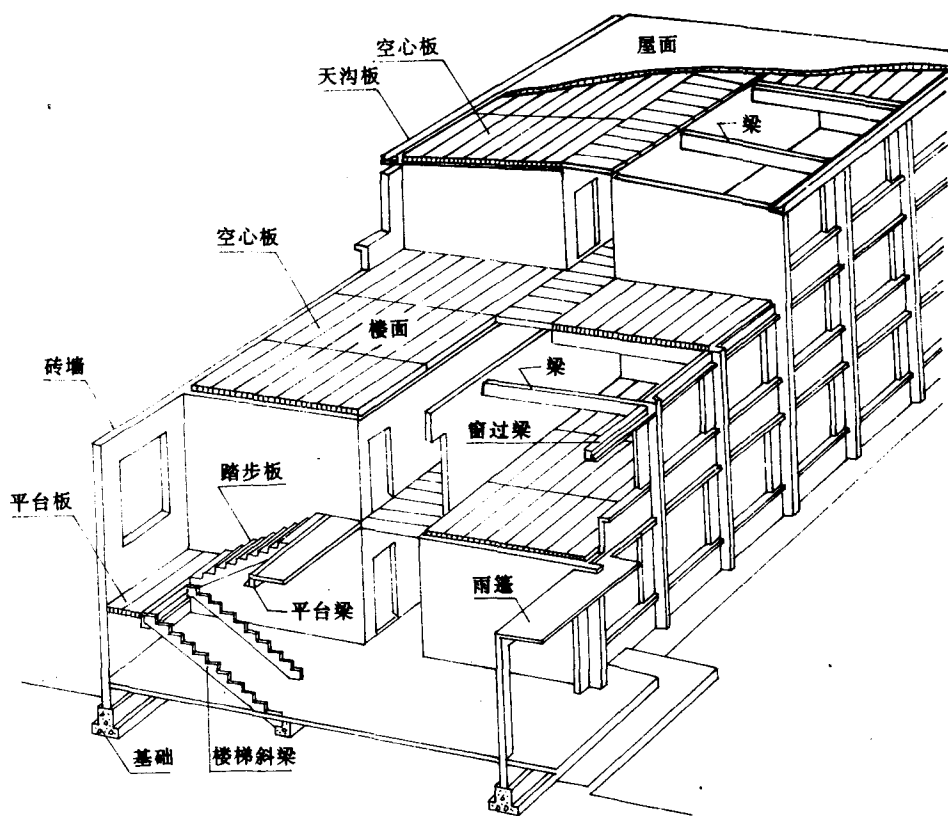
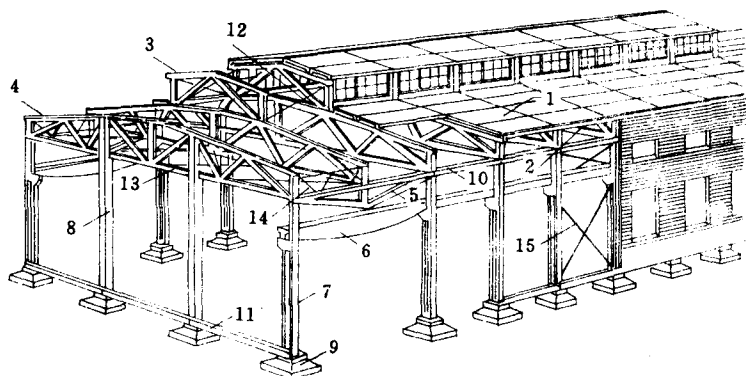

图 1-1 砖混结构房屋的结构组成
图 1-2 装配式钢筋混凝土单层厂房结构
屋顶、楼面、墙、柱、基础、门窗、楼梯、阳台、台阶、雨篷、变形缝等。如图 1-1 为砖混结构房屋;图 1-2 为单层厂房结构。
①砖混结构:是指由砌体结构构件和其他材料制成的构件所组成的结构。例如,竖直承重构件用砖墙、砖柱,而水平承重构件用钢筋混凝土梁、板所建造的结构,就属于砖混结构。如图 1-1 所示房屋即属砖混结构类型。
②框架结构:是由纵梁、横梁和柱组成的结构。框架结构在单层工业建筑和民用建筑中
④排架结构:由屋架(或屋面梁)、柱和基础组成。排架结构多采用装配式体系,它广泛用于生产较重或尺寸较大产品的生产车间,如汽车制造、冶金等单层厂房。如图 1-2 所示厂房的屋架与柱子所形成的结构形式。